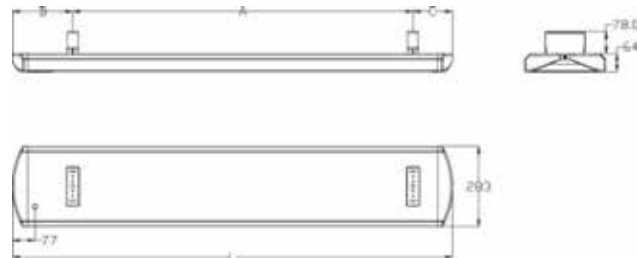

Рис.1
Габаритные размеры инфракрасного обогревателя согласно рис. 1 приведены в таблице 2.
4. В соответствие с рис. 1, 2 и таблицами 3, 4 определите место установки обогревателя на потолке или на потолочных конструкциях с соблюдением минимальных расстояний от предметов и минимального расстояния от пола.